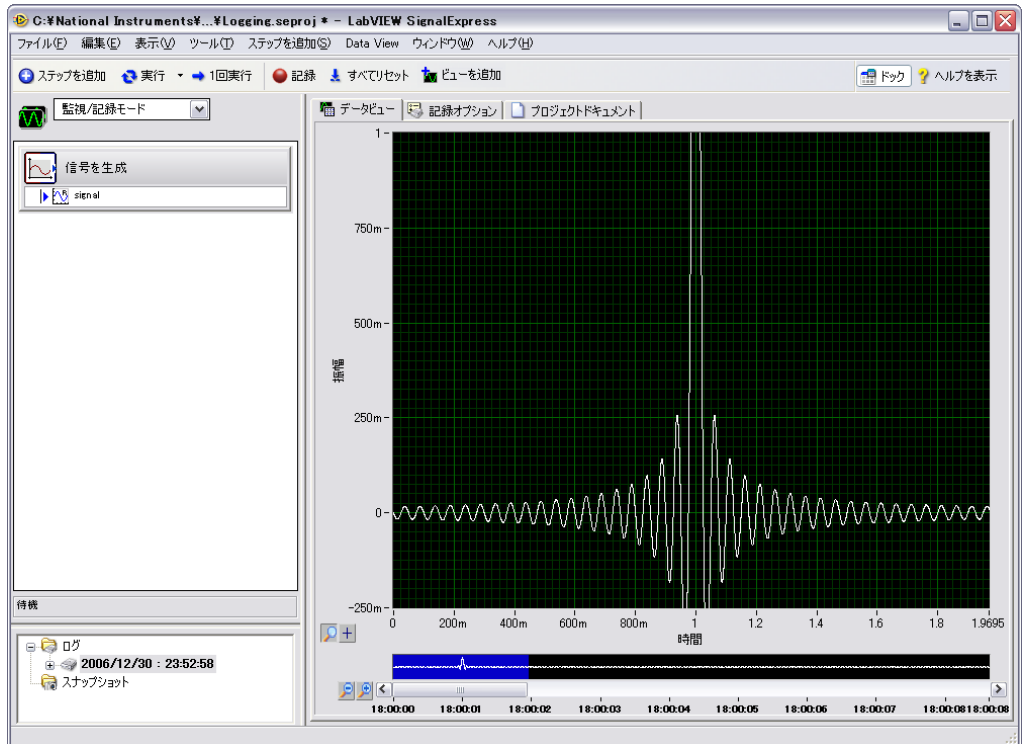

図 5-2 Logging.seproj
2. **ログデータ**ウィンドウは、現在のプロジェクトのすべてのログデータを一覧表示します。**ログデータ**ウィンドウで記録したデータログを選択し、それをデータビューへドラッグします。図 5-2 のように、データビューでログデータとグラフプレビューが表示されます。データビューに表示される信号は、信号を記録する時間により異なるため、図 5-2 に表示される信号と異なることがあります。